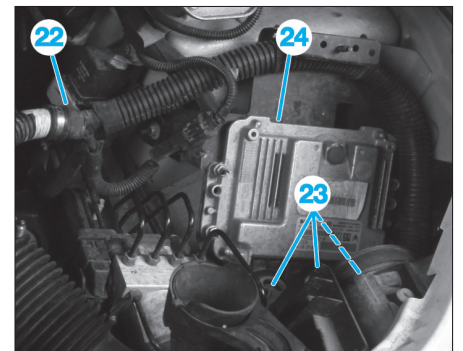

Fig. 88
- Débrancher (Fig.88) :
- le connecteur du relais de pré-postchauffage (22),
- les connecteurs du calculateur de gestion moteur (23),
- Dégrafer le faisceau moteur attachant à la caisse (24).